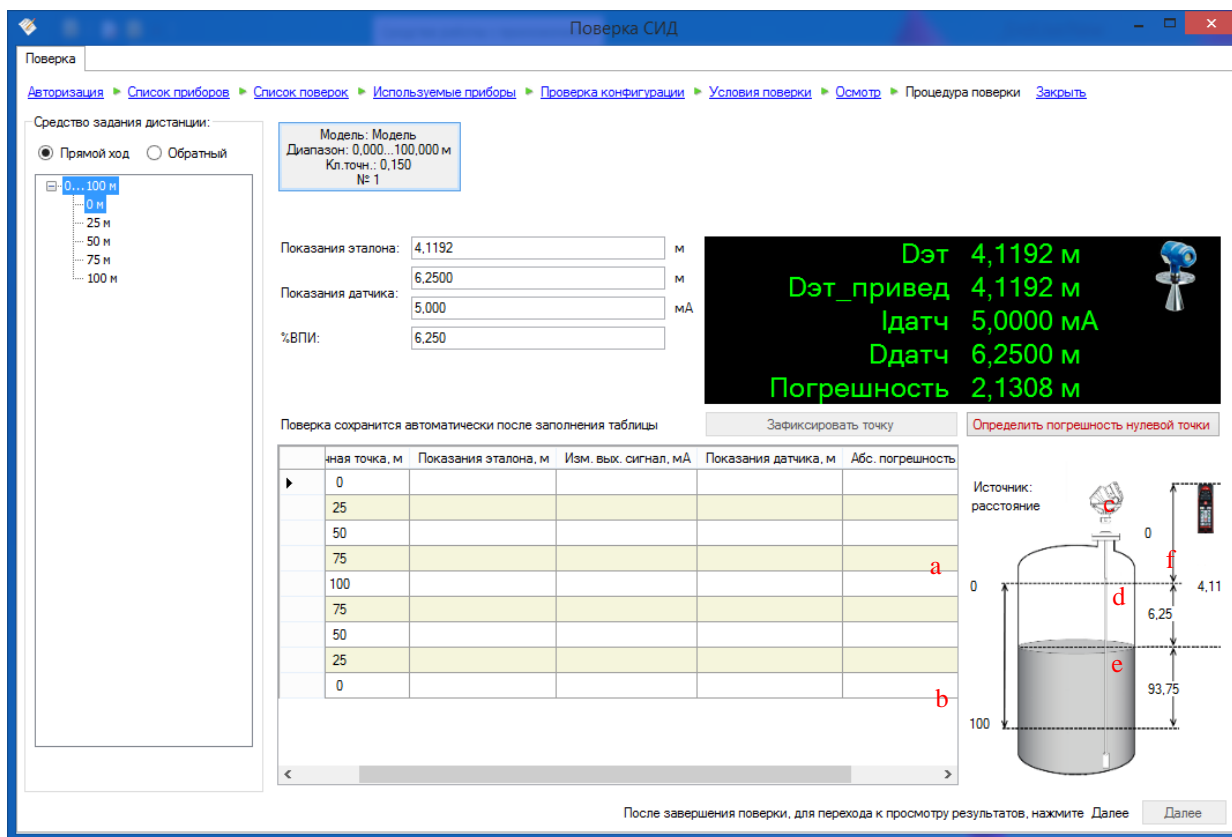

Рисунок 4.54 – Поверка датчика уровня
- Нажать кнопку «Определить погрешность нулевой точки» (см. Рисунок 4.54).
Для наглядности процесса поверки уровнемера в программе приводится схематичный рисунок (см. Рисунок 4.54). Условные обозначения рисунка: